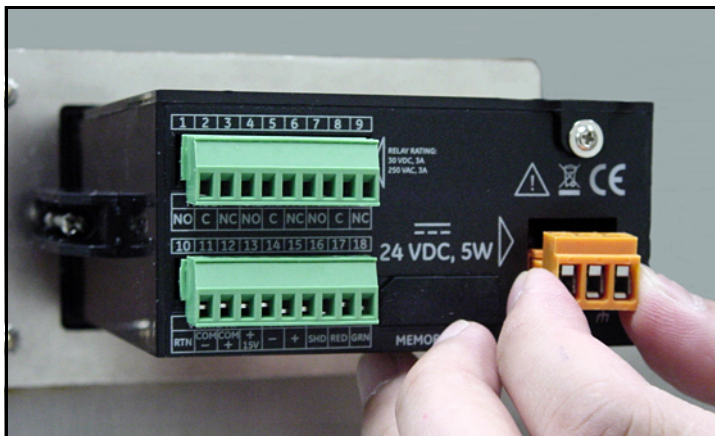

Figure 34: Retrait du connecteur d'alimentation CC
1. Retirez le connecteur d'alimentation électrique du panneau arrière du **dew.IQ** (voir *Figure 34 ci-dessous*).